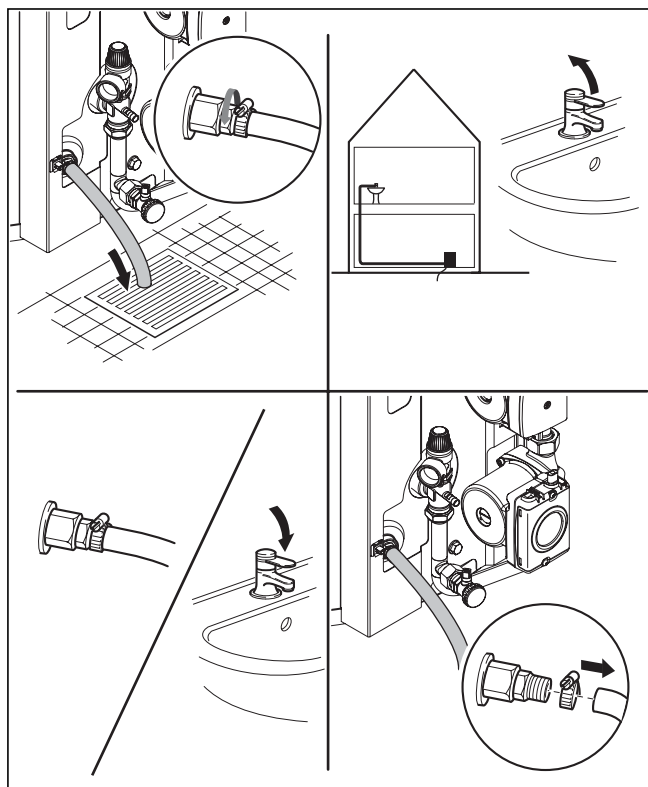

Fig. 4.8 Beholder tømmes
- Fastgør en egnet slange på beholderens tømningssventil (se Fig. 4.8).